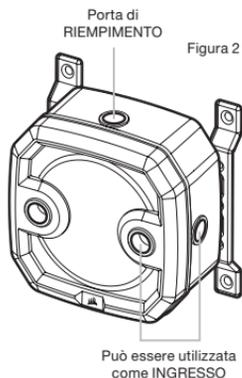

Figura 2
2. È obbligatorio utilizzare la porta anteriore sinistra come porta di USCITA/OUTLET e qualsiasi altra porta inferiore come ingresso. La porta di INGRESSO/INLET (di ritorno) consigliata è contrassegnata sull'immagine sottostante. Opzionalmente, è possibile utilizzare anche la porta G1/4 superiore con tubo integrato come linea di INGRESSO/INLET (di ritorno) (Figura 2 e 3).
3. Installare la spina sensore di temperatura CORSAIR G1/4 (F) nella porta G1/4 situata alla base dell'unità. Non installare il sensore di temperatura su nessuna delle porte superiori.
4. Chiudere le restanti tre (3) porte aperte (non utilizzate) con le spine CORSAIR G1/4 in dotazione e serrare utilizzando una moneta (Plug Tool) (L). Non utilizzare il cacciavite in quanto può danneggiare la superficie delle spine.